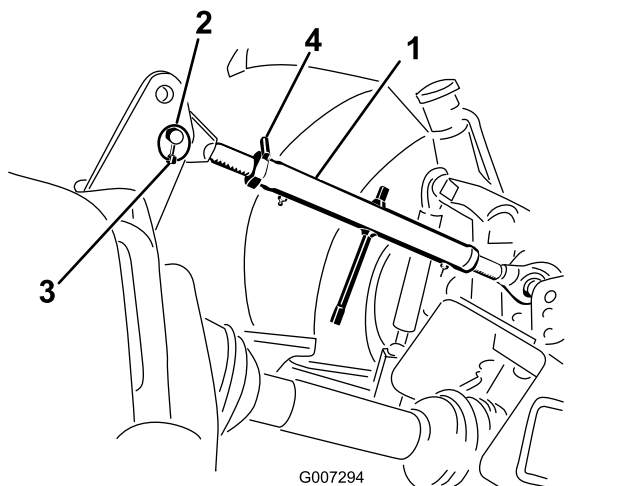

Рисунок 8
1. Подсоедините верхнее звено к нижнему отверстию в кронштейне и закрепите с помощью штифта звена со шплинтом (Рисунок 8).
3. Поверните верхнее звено, чтобы затянуть его. Отрегулируйте его так, чтобы передняя часть рамы азратора была расположена под 90 градусов относительно горизонтали (Рисунок 8).